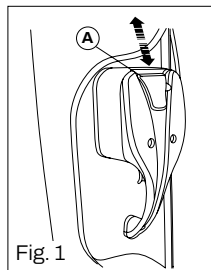

Fig. 1
(Fig. 1 et 2)
- Le camping-car est pourvu de fentes fixes d'aération, qui ne doivent pas être obstruées. Ces fentes sont situées sur certains lanterneaux et dans la butée de la marche d'entrée, à l'intérieur de la structure du mobilier et du plancher (Fig. 1 et 2).